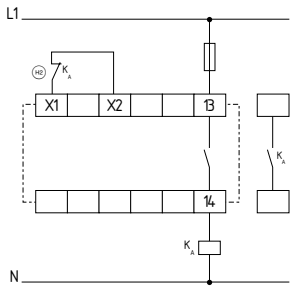

Abb. 6
**Einkanalige Ansteuerung (siehe Abb. 6)**